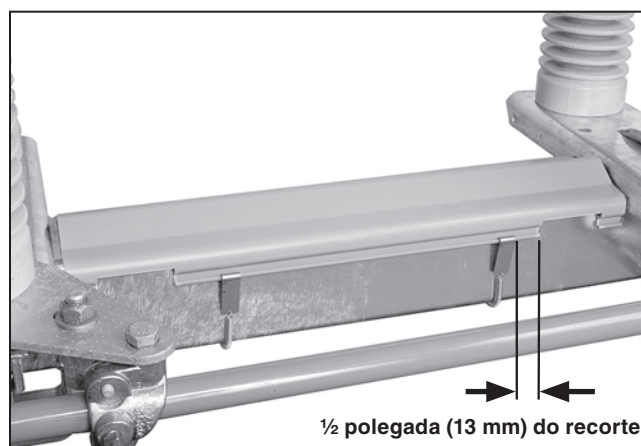

Figura 16. Assegure-se que os grampos fiquem posicionados a aproximadamente $\frac{1}{2}$ polegada (13 mm) do recorte da cobertura da base.
PASSO 16. Prenda uma ponta do conjunto mola-grampo na borda curvada lateral em um lado da cobertura da base. Ver Figura 15. Leve a outra ponta da mola por baixo da base da chave e estique-a até que o grampo possa ser encaixado na borda curvada do outro lado da cobertura da base. Assegure-se que o grampo da mola fique posicionado a cerca de $\frac{1}{2}$ polegada (13 mm) do recorte da cobertura da base. Ver Figura 16. Instale os demais conjuntos mola-grampo em suas respectivas coberturas da base de acordo com o desenho de referência fornecido.